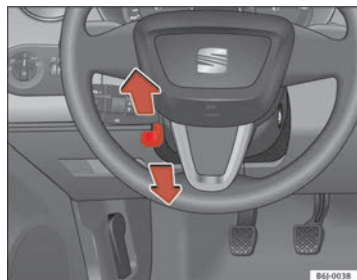

Fig. 92 Regolazione in altezza del volante
- Abbassare la leva ⇒ fig. 92 che si trova sotto il piantone dello sterzo ⇒ ⚠.
- Posizionare il volante nel modo desiderato ⇒ fig. 92.
- Regolare il sedile del conducente o la posizione del volante in modo tale che la distanza tra il volante stesso e lo sterno del conducente sia di almeno 25 cm ⇒ fig. 92. Se la distanza minima non viene rispettata, l'efficacia del sistema degli airbag si riduce, con gravi rischi per l'incolumità delle persone (non escluso quello di morte).